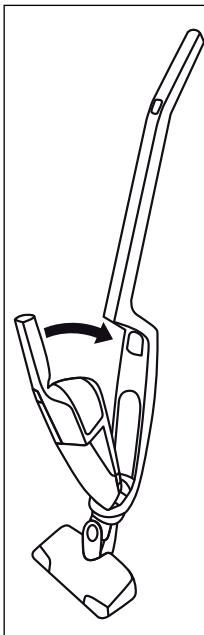
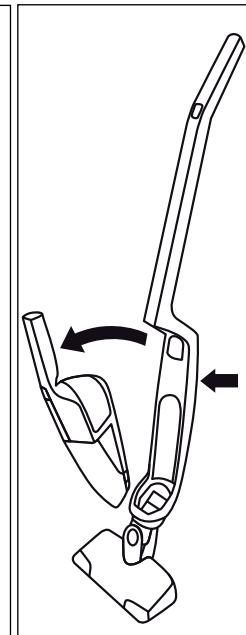

Bild 1
Bild 2
- För att koppla ihop handenheten ④ med skaftet för du in den spetsiga änden av handenheten ④ i öppningen på inbuktningen ⑯.
- Tryck sedan in handenhetens ④ handtag ① i skaftet så att handenheten ④ fastnar ordentligt (bild 1).
- För att lossa handenheten ④ från skaftet trycker du på knappen för att lossa handenheten ⑯.
- Dra sedan handenheten ④ uppåt och framåt för att lossa den från inbuktningen ⑯ (bild 2).